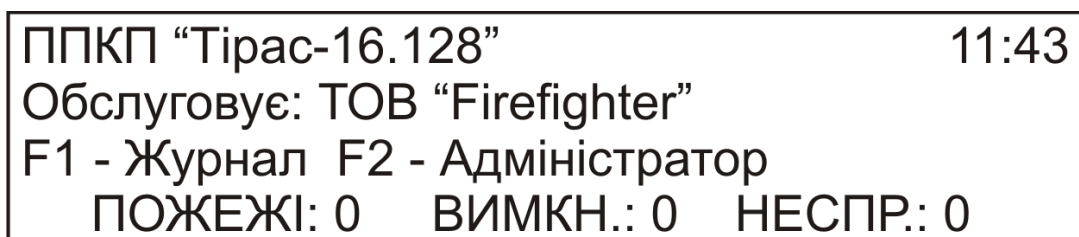

Рисунок 5.2 – Індикація на дисплеї в режимі «Спокій»
- **Кнопки функцій** – вибір функції доступу («F1»- перегляд інформації про обслуговуючу організацію (рис. 5.2), «F2» – доступ до 2 рівня, «F3» – доступ до 3 рівня, див. 5.3) та кнопка «Повернення» - , для виходу з меню та рівнів доступу.
В режимі «Спокій» відсутні будь-які інші режими - «Несправність», «Вимкнення» та «Пожежа». На дисплеї відображається інформація про обслуговуючу організацію (якщо встановлена) та годинник реального часу. Індикація дисплею в режимі «Спокій» показана на рис. 5.2.